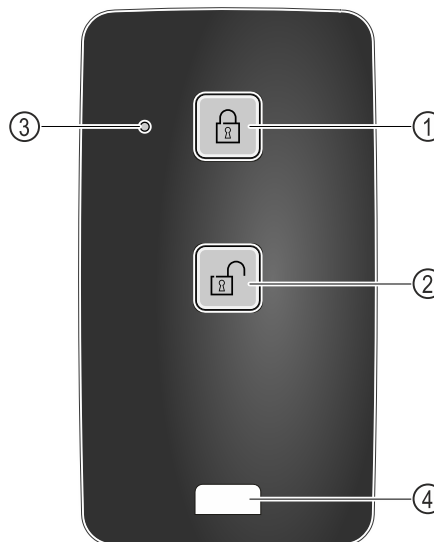

Fig. 219
- (1) Slot vergrendelen
- (2) Slot ontgrendelen
- (3) Statusled
- (4) Bevestigings oog
- ▶ Toets Fig. 219 (1) op de afstandsbediening indrukken.
- ▶ Toets Fig. 219 (2) op de afstandsbediening indrukken.
- ▶ Statusled Fig. 219 (3) geeft bij indrukken van een toets een optische terugmelding.
- ▶ Oog Fig. 219 (4) voor de bevestiging van de afstandsbediening, bijvoorbeeld aan een sleutelbos.